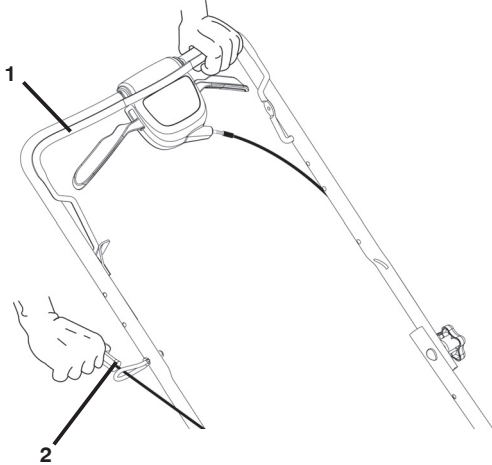

Figure 16
1. Pour démarrer un moteur, tenez la barre de commande de présence d'opérateur contre le guidon et tirez rapidement sur la poignée de démarreur. Ne laissez pas le câble du démarreur revenir brusquement à sa position originale (Figure 16).